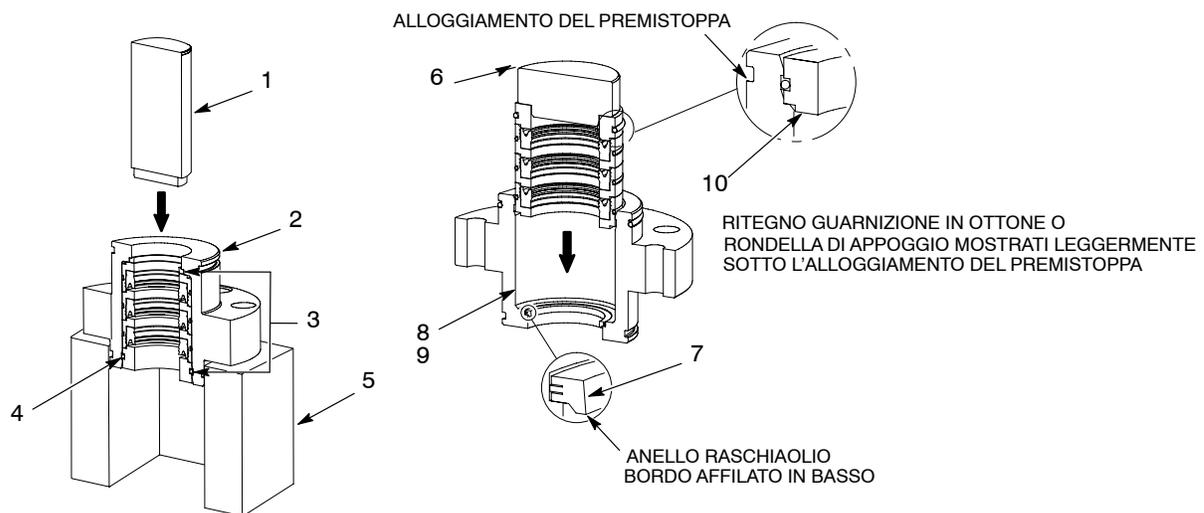

Figura 2 Revisione del premistoppa
Vedi figura 2.
2. Inserire la pressetta di rimozione (1) nell'alloggiamento del gruppo premistoppa (2). Usando la pressa spingere fuori i pezzi interni (3).
3. Pulire a fondo l'alloggiamento del premistoppa (2) in un solvente compatibile per rimuovere tutto il materiale sigillante e i detriti dell'o-ring.
4. Applicare Mobil SHC 634 (9) sul foro (8) dell'alloggiamento del premistoppa (2).
5. Inserire l'anello raschiaolio o l'anello di ritenuta (7) nell'alloggiamento del premistoppa (2), con il bordo affilato in basso.
6. Inserire i pezzi interni nell'alloggiamento del premistoppa (2) usando l'utensile di inserimento (6) e premendo. Assicurarsi che il ritegno della guarnizione in ottone o la rondella di appoggio (10) siano allineati o leggermente sotto l'alloggiamento del premistoppa, come illustrato nella figura 2.